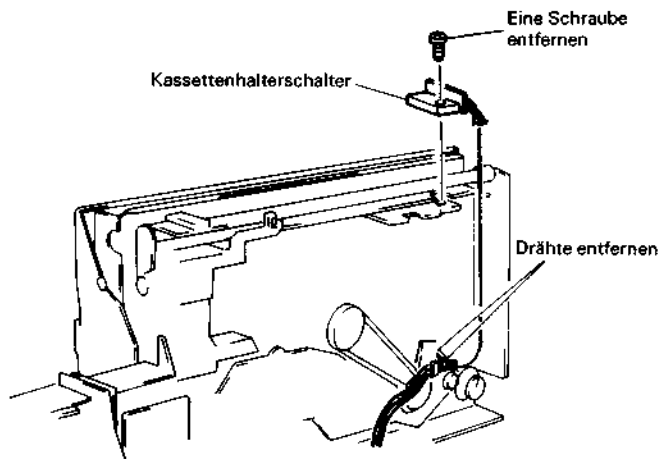

Abb. 2.64 Ausbau des Kassettenhalterschalters
5. Die Drähte aus der Kabelbride entfernen (siehe Abb. 2.64).
6. Eine (1) Befestigungsschraube des Kassettenhalterschalters lösen.